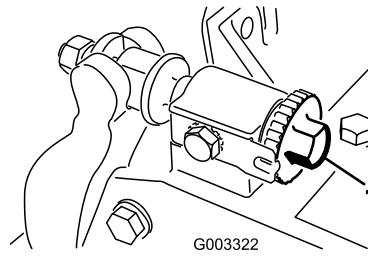
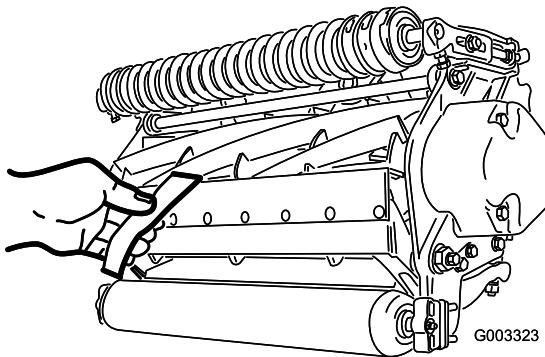

Figura 8
Figura 9
1. Coloque la máquina en una superficie de trabajo plana y nivelada. Asegúrese de eliminar el contacto con el molinete girando los tornillos de ajuste de la barra de asiento en el sentido contrario a las agujas del reloj (Figura 8).
3. En un extremo del molinete, inserte una tira de papel de periódico entre el molinete y la contracuchilla (Figura 9). Mientras gira el molinete lentamente hacia adelante, gire en el sentido de las agujas del reloj el tornillo de ajuste de la barra de asiento (Figura 8) en el mismo extremo del molinete, un clic a la vez, hasta que el papel quede ligeramente aprisionado cuando se inserta desde delante, paralelo a la contracuchilla. Se notará una ligera resistencia al tirar del papel.
5. Cuando termine el ajuste, compruebe si el molinete 'pellizca' un papel cuando se inserta desde delante, y si corta el papel cuando se inserta perpendicular a la contracuchilla (Figura 9). Debe ser posible cortar el papel con un contacto mínimo entre la contracuchilla y las cuchillas del molinete. Si se nota una resistencia excesiva del molinete, será necesario afilar o amolar la unidad de corte para conseguir los filos necesarios para un corte de precisión (consulte el Manual de afilado de molinetes de Toro (Sharpening Reel and Rotary Mowers, Impreso N° 80-300PT)).